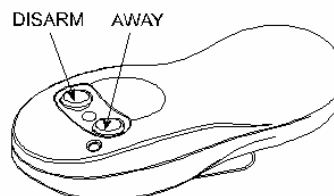

Рисунок 1.9. MCT-102 / 132
D. MCT-102 / MCT-132: Эти 2-х кнопочные брелоки могут быть использованы для включения/выключения системы. MCT-102 типа PowerCode, а MCT-134 типа CodeSecure. Внешне они выглядят одинаково (см Рисунок 1.9).